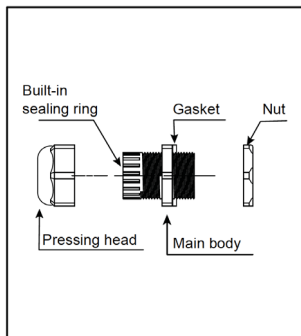

Fig. 14
Componentes do prensa-estopas (ver figs. 14–16)
- a1. Verifique se todas as peças do prensa-estopas estão presentes e em bom estado (fig. 14).